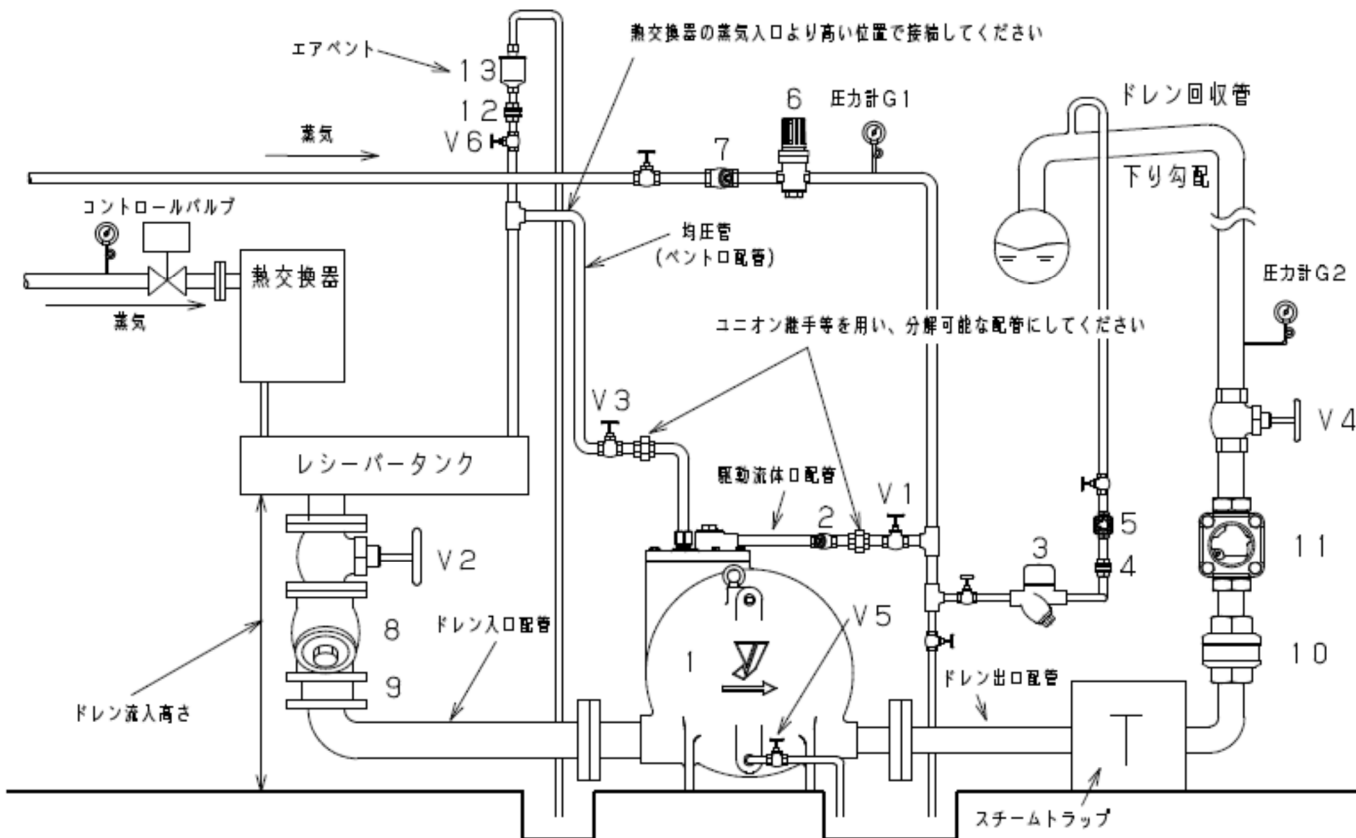

図 6
(14) クローズシステムの場合の注意事項
- ・均圧管は必ず熱交換器の蒸気入口より高い位置で配管してください。(図 6 参照)
- ・均圧管にはエアベントとチャッキ弁を必ず取り付けてください。(図 6 参照)
各止弁記号や番号は図 6 を参照してください。なお、ウォーターハンマーが発生したら直ちに操作を中止して、操作している止弁を閉じてください。